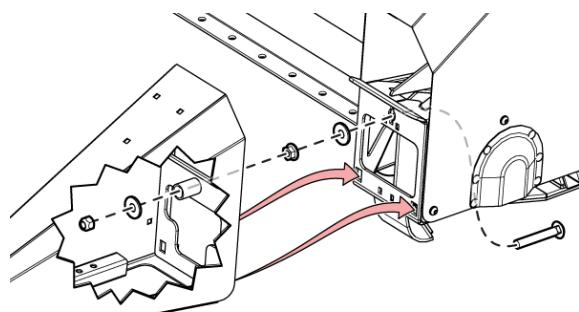

Рис. 44 - Установка бокового делителя.
Убедитесь в том, что боковые делители правильно установлены и что на них отсутствуют остатки растений (см. Рис. 44 на стр. 37)
- Убедитесь в том, что боковые делители правильно установлены и что на них отсутствуют остатки растений (см. Рис. 44 на стр. 37)